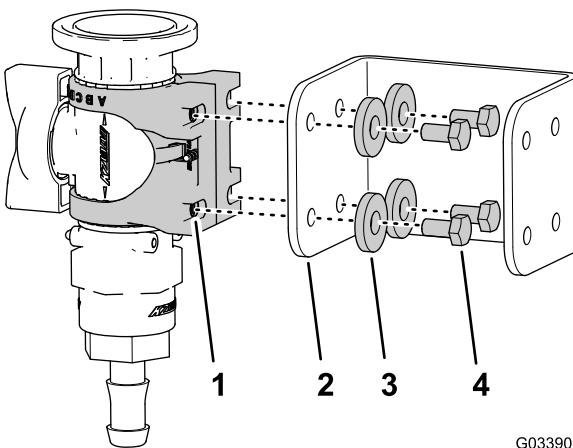

图 28
3. 用 4 个螺栓 6 x 12mm 和 4 个扁平垫圈将阀安装座组装到控制阀支架上 图 28 上紧螺栓扭矩至 1012N·m。